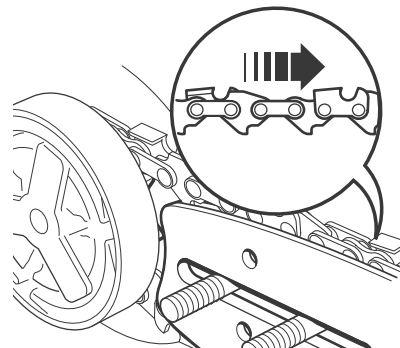

Fig. 4
- > Disponha a corrente (3) sobre a roda motora (22) por trás da embraiagem (21) e instale-a em volta da lâmina-guia (4) com as arestas cortantes orientadas para o sentido de rotação (Fig. 4).